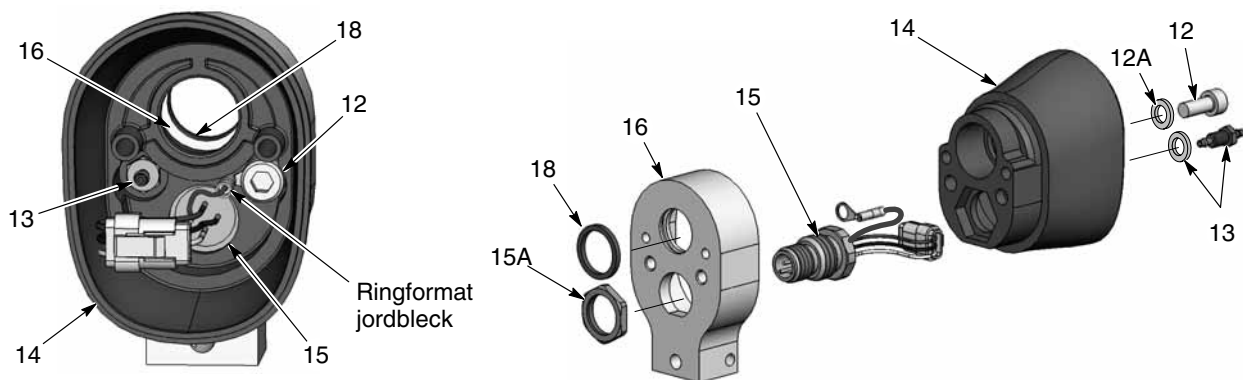

Bild 23 Demontering av stångmonterad pistol 3 av 3
8. Se bild 23. För att dela den bakre delen av pistolkroppen, tag av skruven (12), låsbrickan (12A) och den hullingförsedda kopplingen (13) från insidan av den bakre delen av pistolkroppen (14). Man behöver en 3-mm insexnyckel och en 1/4-tums hylsnyckel.
9. Tag av muttern (15A) från kontaktdelen (15), drag av adaptern från den bakre delen av pistolkroppen, och drag kontaktdelen genom kroppen.
10. Inspektera packningen med kvadratisk tvärsnitt (18) i adaptern (16) och byt ut den om den är skadad.